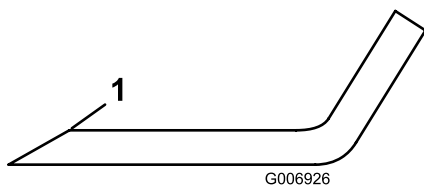

Figura 76
4. Inspectai muchiile de tăiere ale tuturor lamelor. Ascuii muchiile de tăiere dacă sunt tocite sau ciobite, ascuii doar partea superioară a muchiei de tăiere i menineți unghiul de tăiere inițial pentru a asigura ascuirea (Figura 76).